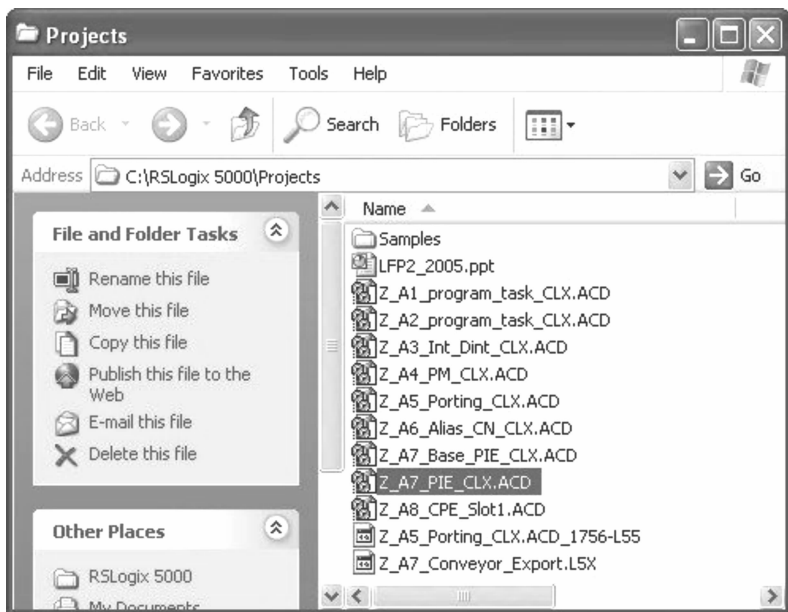

图 13-6 项目列表
2. 双击 Z_A7_PIE_CLX.ACD 文件，在 RSLogix 5000 中打开该项目，如图 13-6 所示。